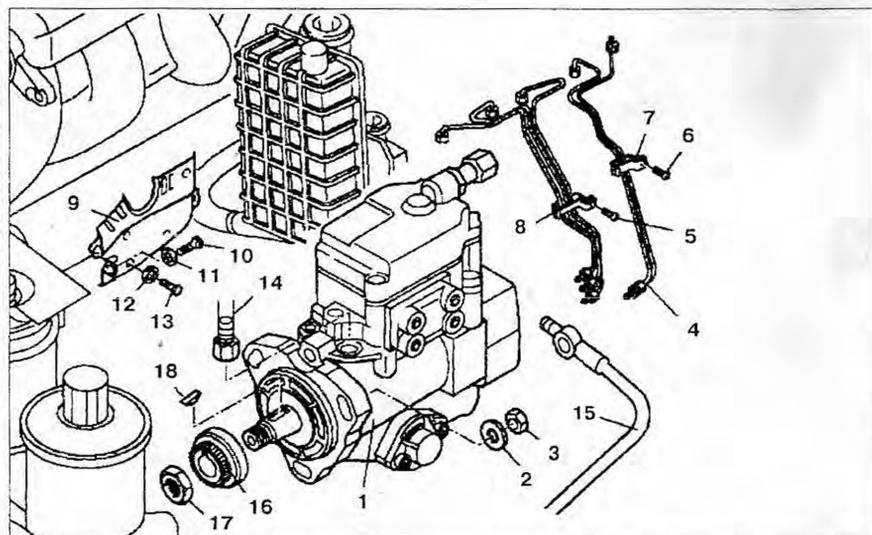

Рис. 2.70. Топливный насос высокого давления (ТНВД):
4. Отсоедините топливные трубки **14** и **15** от топливного насоса высокого давления **1** (рис. 2.70).